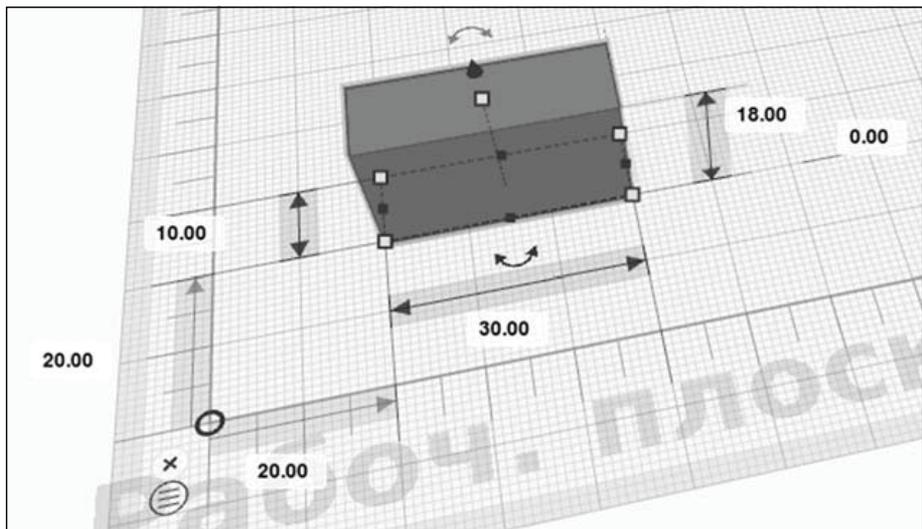

Рис. 42. Параметры прямоугольника
4. Задать параметры (рис. 42).